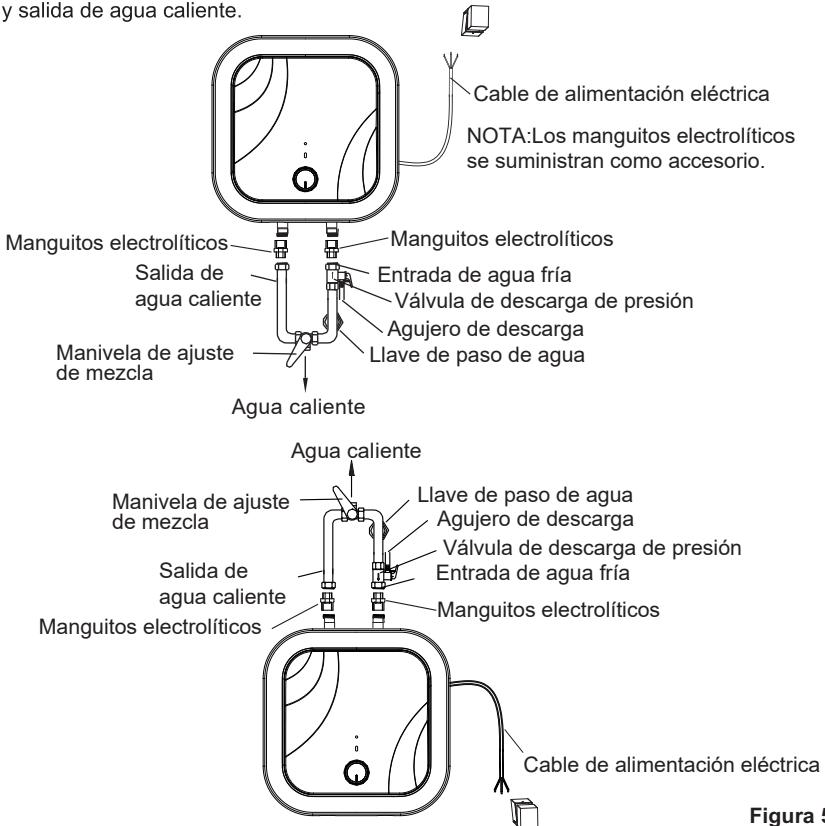

Figura 5
- ⑤ Si el baño es muy pequeño, el aparato puede ser colocado en otro lugar donde no se encuentre expuesto a la luz solar directa y/o a la lluvia. Tenga en cuenta que para reducir la pérdida de calor a través de los tubos y mangueras, el termo debe instalarse lo más cerca posible de donde se vaya a utilizar el agua caliente.
- ① La dimensión de cada manguera es de G1/2"; para medir la presión (tanto de entrada y de salida) se debe utilizar la unidad bar, respetando los valores requeridos.
- ② La conexión de la válvula de descarga de presión del termo debe realizarse en la entrada de agua fría.
- ③ Para evitar pérdidas al conectar la mangueras, coloque las juntas y anillos de goma en cada uno de los extremos roscados. Ignorar esto ocasionará fugas de agua y filtraciones (ver Figura 5).